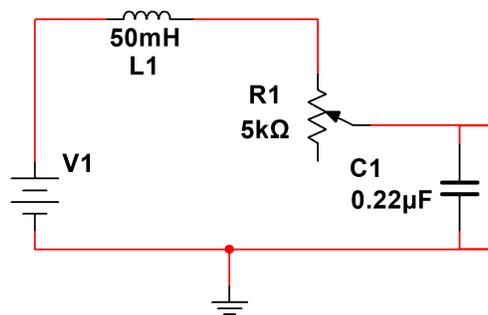

Figura 5. Sistema eléctrico de segundo orden
En la Figura 5 se observa un circuito eléctrico, cuyo modelo matemático está dado por la ecuación (10). Este circuito se analizará de forma experimental para obtener las diferentes respuestas de un sistema de segundo orden, y se comprobarán los resultados obtenidos con matlab.